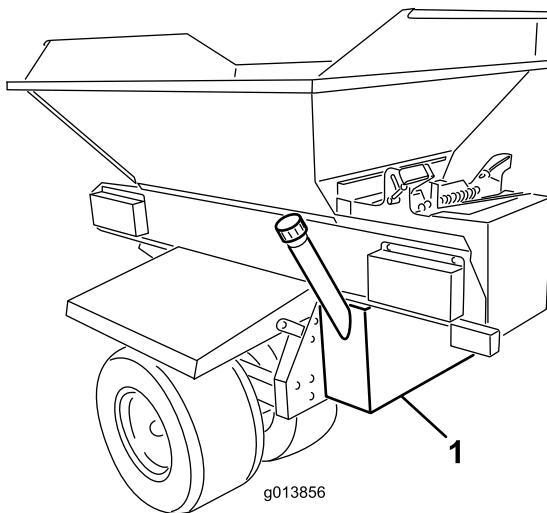

図1 油圧オイルタンク
4. 油圧タンクを下から支えながら、タンクをプロパスのシャーシの後壁に取り付ける。タンクが左右方向の中央にあり、また垂直に載っていることを確認する（図1）。